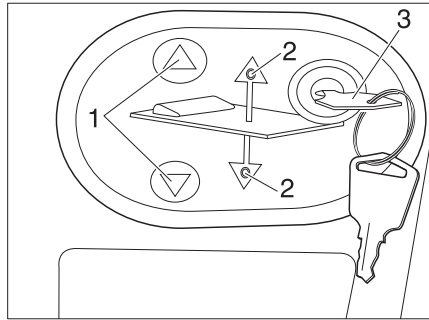

Fig. 166 Panneau de commande pour le lit escamotable électrique
- Insérer la clé (Fig. 166,3) dans le panneau de commande.
- Appuyer sur la touche (Fig. 166,1) et la maintenir enfoncée. Le voyant DEL correspondant (Fig. 166,2) s'allume et le lit escamotable s'abaisse jusqu'à la position intermédiaire et reste ensuite en place.
- Appuyer sur la touche  (Fig. 166,1) et la maintenir enfoncée. Le voyant DEL correspondant (Fig. 166,2) s'allume et le lit escamotable s'abaisse complètement.